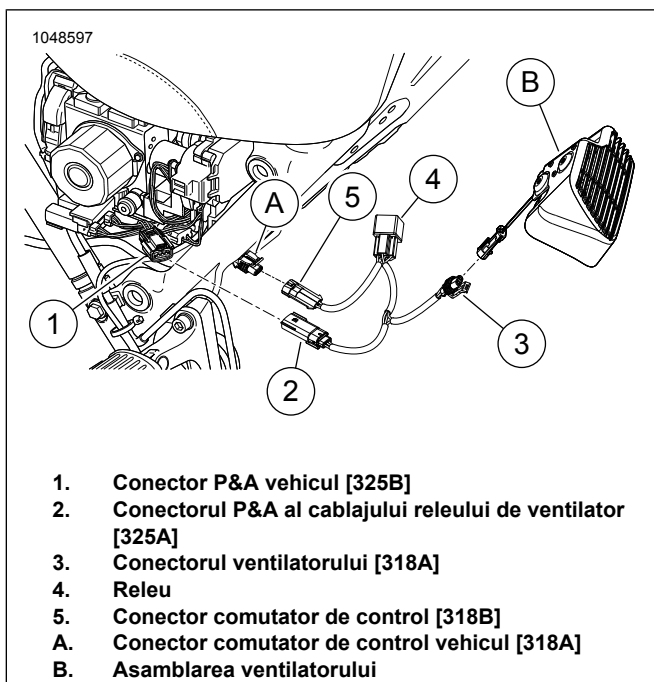
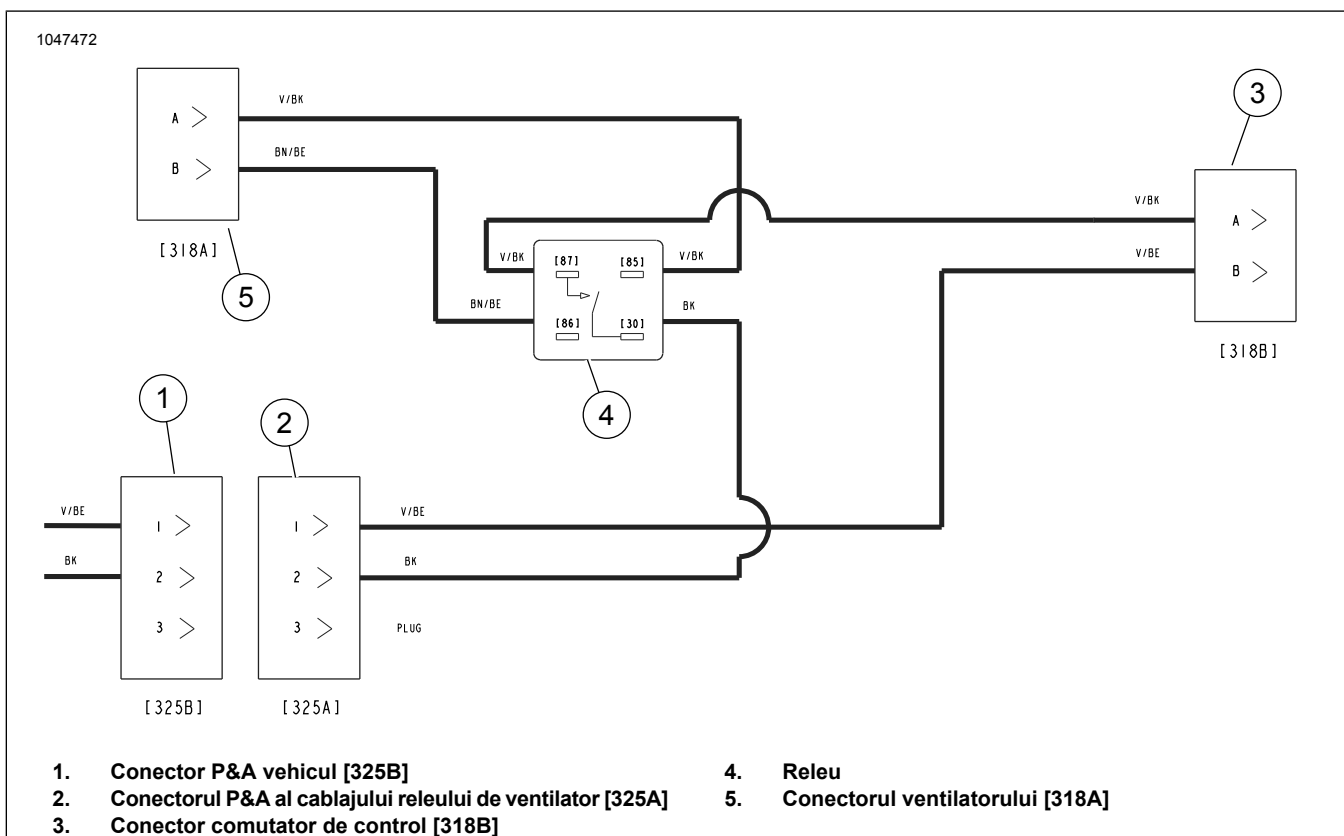

Figura 4. Conectori cablaj
Figura 5. Diagrama de cablare a ventilatoarelor pentru confort termic
Consultați Figura 5 . Montați un cablaj opțional pentru adaptorul cu circuit comutat dacă trebuie conectate mai multe accesorii între conectorul P&A al vehiculului (1) și conectorul pentru cablajul releului ventilatorului (2).
Consultați Figura 4 și Figura 5 . Conectați conectorii pentru cablaj.